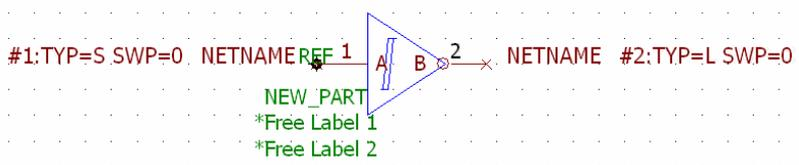
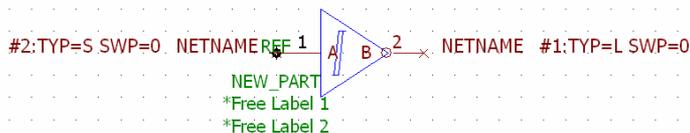

图 5-31 设置了管脚类型后的元件
图 5-34 修改了端点序号后的元件
(2) 完成管脚类型的设置后即可关闭“管脚类型”对话框。设置了两个管脚类型后的元件如图 5-31 所示。
(2) 单击“确定”按钮后，系统会自动修改两个管脚的顺序号，如图 5-34 所示。读者可以看出和图 5-31 的区别。
在图 5-34 中，如果标签的默认位置和管脚有所重叠，则通常可以移动标签，以便调整它们在 CAE 图形上的位置。
在图 5-34 中, REF、NEW_PART、Free Label 1 和 Free Label 2 都属于标签, 可以用于注释元件的名称。当创建元件时, 系统会默认建立这几个标签, 但是用户也可以添加更多的标签, 可以按如下操作步骤进行。